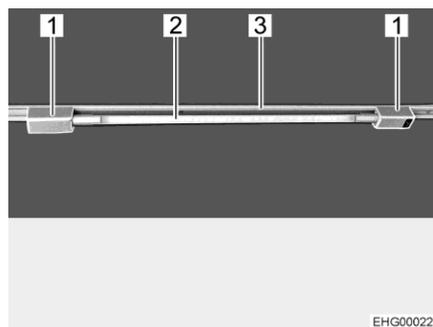

Fig. 33 Tube lumineux
Mettre le tube lumineux en place : ■ Placer les deux supports (Fig. 33,1) dans le rail (Fig. 33,3). Tourner pour ce faire les support de 90°.
■ Ficher le corps de la lampe (Fig. 33,2) dans un des supports.
- Tourner le corps de la lampe (Fig. 33,2) jusqu'à obtenir l'effet lumineux désiré.